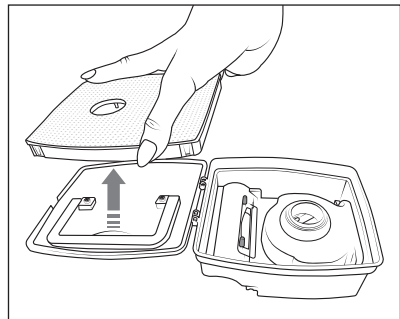

Abb. 9
- 4) Ziehen Sie den EPA-Filter **7** vom Deckel des Staubbehälters **12** ab. (siehe Abb. 9).